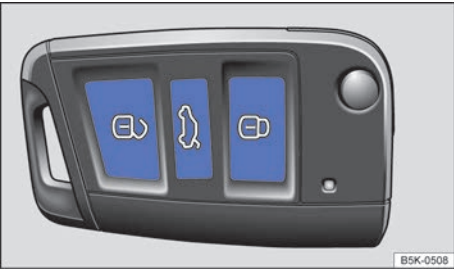

图 22 钥匙上的按钮
i 如短时间内反复按压轿车钥匙上的按钮 ⇒ 图 22 或中央门锁某个按钮 ⇒ 图 23，则中央门锁系统将暂时关闭，防止系统过载。然后轿车处于解锁状态约 30 秒钟。在此期间，若未打开车门或尾门，随后轿车将自动闭锁。
功能	所用的轿车钥匙上的按钮⇒ 图 22
如用另一把钥匙在车外闭锁轿车，则车内的钥匙将被锁止，无法起动发动机⇒第 121 页。如需使车内钥匙获得许可起动发动机，则可按压车内钥匙上的 ② 按钮⇒图 22。